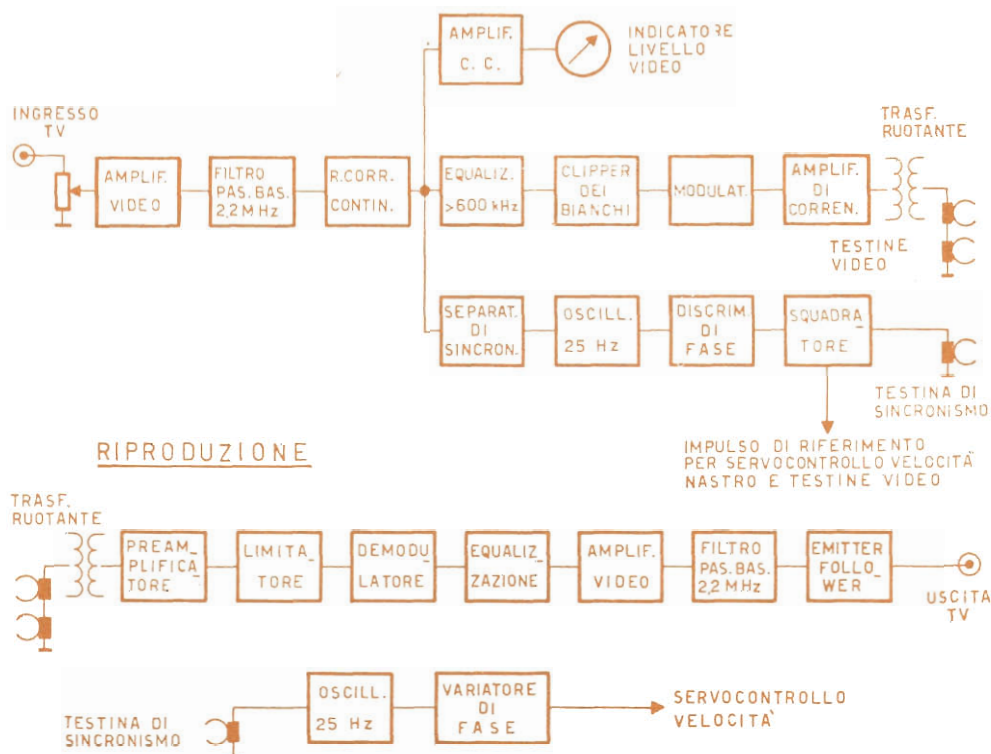

Fig. 4 - Schema a blocchi del videoregistratore della Philips. (Documentazione Philips)
**La parte elettrica** - La parte elettrica (fig. 4) è divisa su due circuiti stampati facilmente ribaltabili per una facile verifica. Su uno dei circuiti si trovano gli amplificatori video ed audio, sull'altro la parte elettronica di controllo della velocità del tamburo. Il segnale video, dopo il regolatore che lo porta al giusto valore, viene amplificato dallo stadio amplificatore, filtrato dal filtro passa-basso che ha il compito di tagliare la parte di segnale di alta frequenza ed eventuali disturbi che potrebbero causare un aumento del livello del rumore di fondo ed un peggioramento delle immagini. Abbiamo poi uno stadio nel quale viene ristabilito il livello della componente continua del segnale in base agli impulsi di sincronismo. Successivamente, uno stadio di equalizzazione esalta tutte le frequenze superiori a  $600 \text{ kHz}$ ; un limitatore dei picchi del bianco impedisce che picchi di segnale troppo forti raggiungano il modulatore e causino in registrazione effetti di saturazione del nastro. Nel modulatore il segnale video così ottenuto modula una portante dalla frequenza superiore alla più alta video-frequenza modulante, quindi raggiunge l'amplificatore di corrente ed il trasformatore rotante.